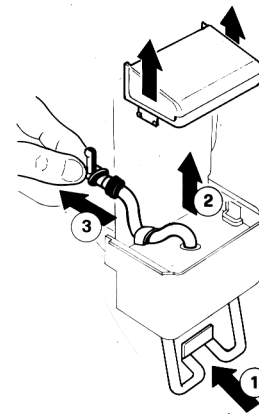

figura 9
da quella orizzontale (3) sul fondo del contenitore (vedere figura 9).